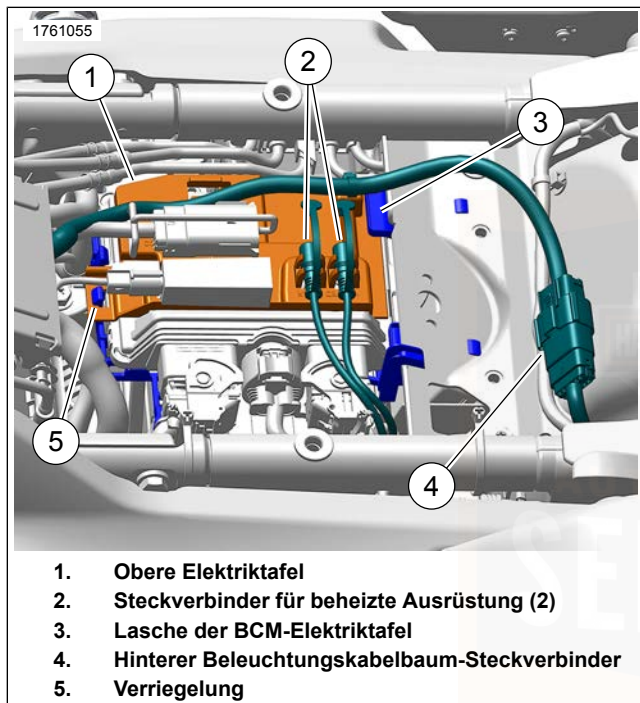
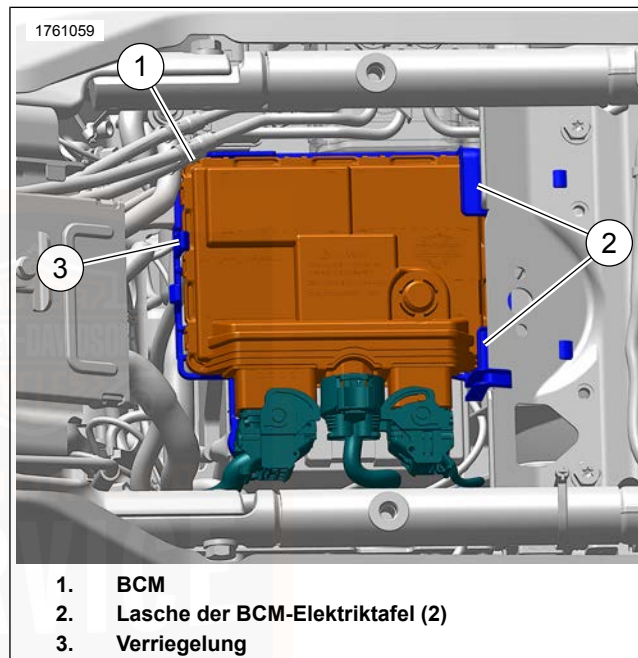
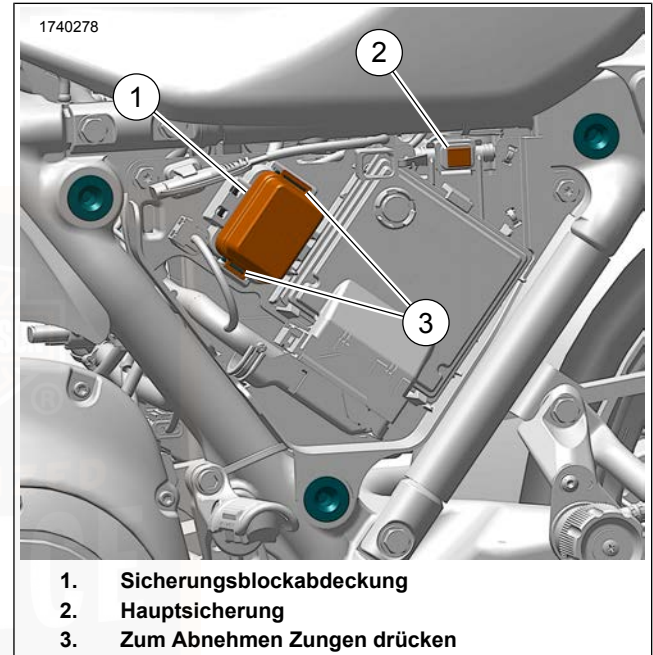

Abbildung 114. Ausbau/Einbau der oberen Elektriztafel
Abbildung 115. Ausbau/Einbau des BCM
Abbildung 118. Sicherungsblock (unter der linken Seitenabdeckung)
- d. Siehe Abbildung 118 . Die Hauptsicherung (2) ausbauen.
3. Siehe Abbildung 114. Den Steckverbinder (4) des hinteren Beleuchtungskabelbaums abklemmen.
4. Die Steckverbinder (2) der beheizten Ausrüstung von der oberen Elektriztafel (1) entfernen.
5. Die Verriegelung (5) leicht nach hinten drücken und die Vorderseite der oberen Elektriztafel anheben. Die obere Elektriztafel nach vorne schieben, um sie von der Lasche (3) der BCM-Elektriztafel zu lösen.
7. Siehe Abbildung 115. Die Verriegelung (3) leicht nach vorne drücken und die Vorderseite des BCM (1) anheben. Das BCM nach vorne schieben, um es von den Laschen (2) der BCM-Elektriztafel zu lösen.
9. Siehe Abbildung 115. Das BCM (1) in die Position oben auf der BCM-Elektriktafel absenken. Das BCM nach hinten unter die hinteren Laschen (2) der BCM-Elektriktafel schieben.
10. Die Vorderseite des BCM nach unten drücken, bis die Verriegelung (3) einrastet.
11. Siehe Abbildung 114. Die obere Elektriktafel (1) in die Position oben auf dem BCM absenken. Die obere Elektriktafel nach hinten unter die Lasche (3) der BCM-Elektriktafel schieben.
12. Die Vorderseite der oberen Elektriktafel nach unten drücken, bis die Verriegelung (5) einrastet.
13. Die Steckverbinder (2) für die beheizte Ausrüstungen in den Haltern an der oberen Elektriktafel anbringen.
14. Den Steckverbinder (4) des hinteren Beleuchtungskabelbaums anschließen.
15. Siehe Abbildung 118 . Die Hauptsicherung (2) einbauen.
Siehe Abbildung 118. Eine 60 A -Hauptsicherung (2) befindet sich in der Nähe des Sicherungsblocks. Wenn die Hauptsicherung entfernt wird, unterbricht das die Stromversorgung zu allen Systemen, außer Anlasser und Anlassermotor/-magnetschalter.
Siehe Abbildung 118. Sicherungen befinden sich unter der linken Seitenabdeckung.